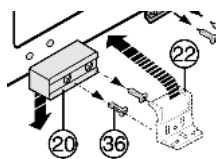

Fig. 28
- ▶ démonter la sécurité de transport de la porte Fig. 28 (20).